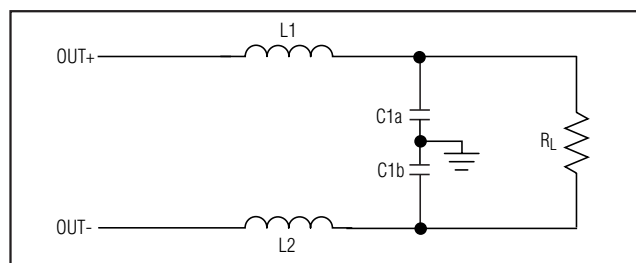
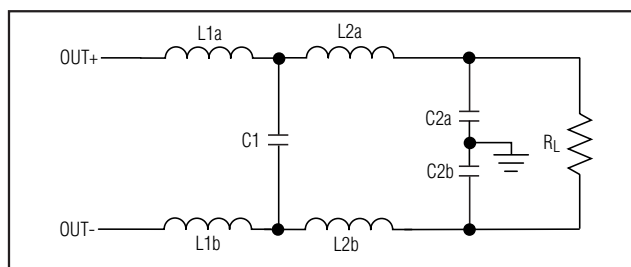

図4b. 平衡2極フィルタ
図4d. 平衡4極フィルタ
平坦な通過帯域幅と優れた位相応答により、バターワースローパスフィルタが選択されていますが、その他のフィルタを使用することもできます。以下に3種類の例を示します。平衡2極(図4b)及び4極(図4d)のバターワースフィルタに設定するフィルタパラメータは、McGraw Hill Inc.発行、著者B. Williamsによる『Electronic Filter Design Handbook』に基づいています。これらのフィルタ設計は、負荷に完全な抵抗性があり、負荷インピーダンスが周波数にかかわらず一定であることを想定しています。フィルタ部品値の計算にはインダクタのDC抵抗を含め、最悪の負荷条件を考慮して下さい。
• 平衡2極フィルタ(図4b)
• 平衡4極フィルタ(図4d)